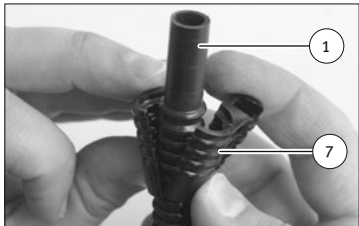

Abb. 5/ Fig. 5/ Puc. 5/ 图5
- Remove the new lower part (C) from the packaging.
- Fasten the two-part assembly device (7) to the open end of the fuel hose (1) (fig. 5).
- Sortir la nouvelle partie inférieure (C) de l'emballage.
- Fixer l'accessoire de montage en deux parties (7) à l'extrémité ouverte du tuyau de carburant (1) (Fig. 5).